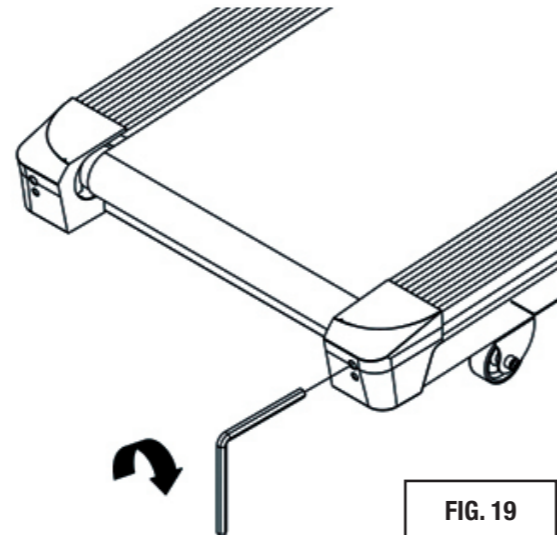

FIG. 19
- ▶ Se il nastro scorrevole tende ad andare, durante il rotolamento, verso destra è necessario intervenire sulla vite di regolazione destra (Fig. 19), girando in senso orario un quarto di giro per volta.